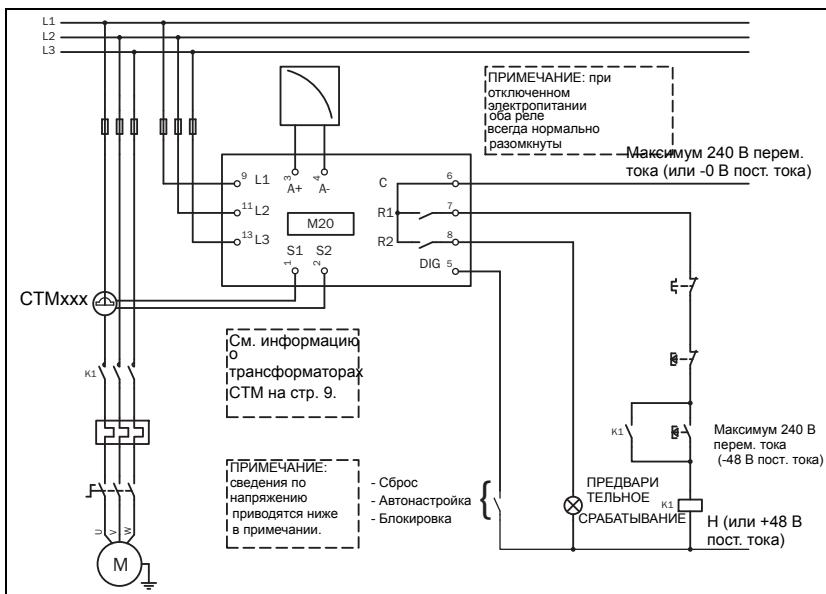
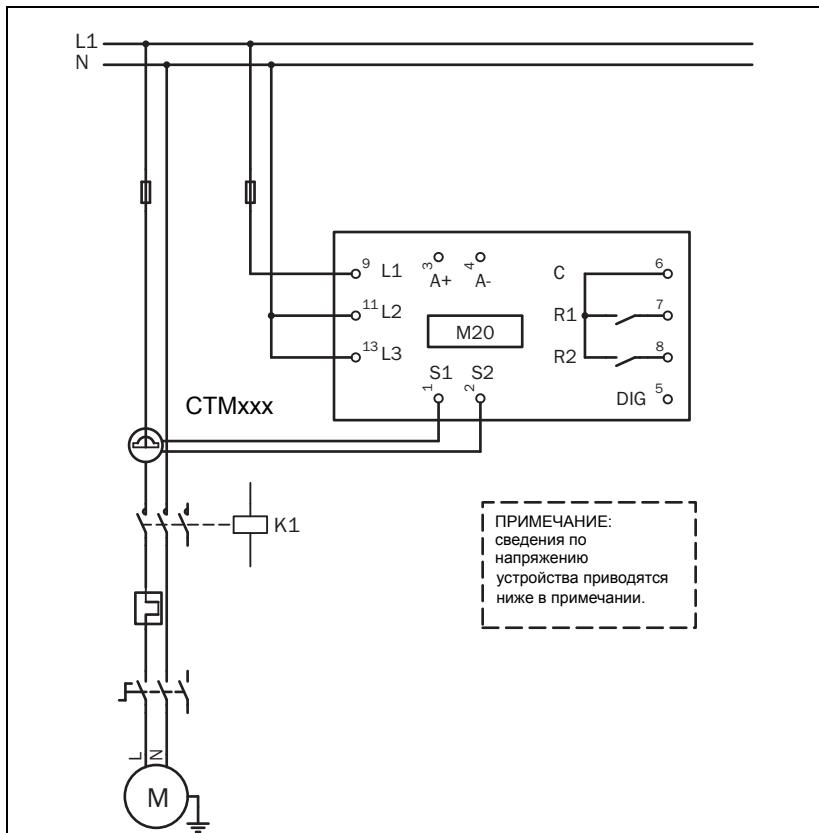

Рис. 1 Пример подключения
Рис. 2 Пример однофазного подключения.
1. Подключите Emotron M20 в соответствии с указаниями из главы 5 и Рис. 1.
На следующей схеме приводится пример подключения устройства M20 для управления цепью пуска/останова трехфазного двигателя, Рис. 1. Подключения к однофазному двигателю описаны в данном руководстве ниже (Рис. 2), поскольку в таких случаях требуется внесение изменений в программирование. По умолчанию монитор нагрузки M20 настроено на использование 3 фаз.
1. Трансформатор тока СТМxxx должен быть установлен на фазе, соединенной с клеммой 9, это фаза L1, см. Рис. 1. нарушение данного требования приведет к выходу устройства из строя.
2. Однофазное подключение показано на Рис. 2.
Примечание: трансформатор тока (СТМxxx) должен быть установлен на фазе, соединенной с клеммой 9, это фаза L1, см. Рис. 1.
ПРИМЕЧАНИЕ: если ПУСК/ОСТАНОВ подключен согласно Рис. 1, рекомендуется шунтировать клеммы 6 и 7 при программировании. По завершении программирования шунт должен быть извлечен. Если подключение выполнено согласно Рис. 1, диапазон напряжений устройства, например, 3x380-500 В перемен. тока, должен соответствовать напряжениям соответствующего двигателя или линии, например, 3x400 В.
В данном примере подключения показаны соединения, необходимые для однофазного оборудования. Остальные подключения показаны на Рис. 1.
ПРИМЕЧАНИЕ: если подключение выполнено согласно Рис. 2, диапазон напряжений устройства, например, 1x100-240 В перемен. тока, должен соответствовать напряжению соответствующего двигателя или сети – нейтрали, например, 1x 230 В.
В качестве цифрового входа используются клеммы 5 (DIG) и 6 (C - reference). Может использоваться сигнал переменного или постоянного тока. Если используется сигнал постоянного тока, то "+" подключается к клемме 5 (DIG), а "-" – к клемме 6. При использовании напряжения постоянного тока соблюдайте полярность. См. также Рис. 1, клемма 6: максимум 240 В перемен. тока (или -0 В пост. тока) и клемма 5: Н (или +48 В пост. тока). См. также глава 9, "Расширенные функции".